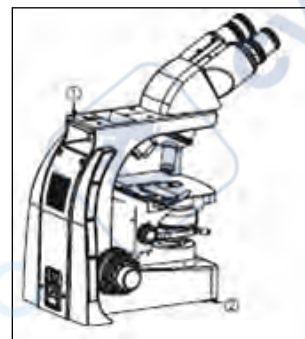

Рис.2
- При перемещении микроскопа обязательно снимайте образец, чтобы он не упал и не рассыпался, и держите микроскоп в положениях, показанных на рис. 2 на следующей странице.